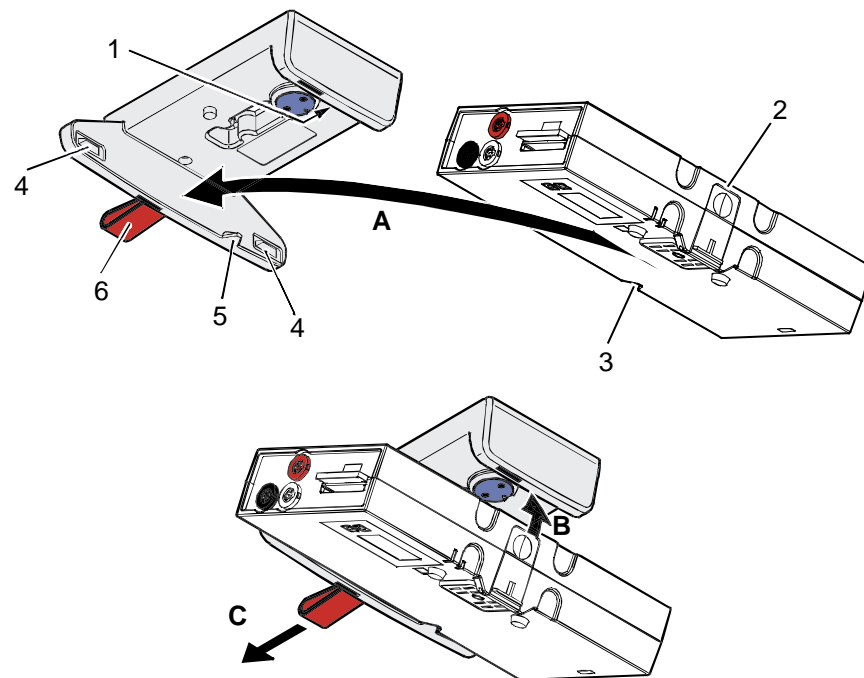

Bild 4-34 Patientenbox in Ladehalterung einsetzen (hier Deckenmontage (Abbildung kann abweichen))
1. Patientenbox ausrichten, wie in Bild 4-34 gezeigt.
1. Sicherheitsgurt lösen (in Bild 4-34 nicht dargestellt).